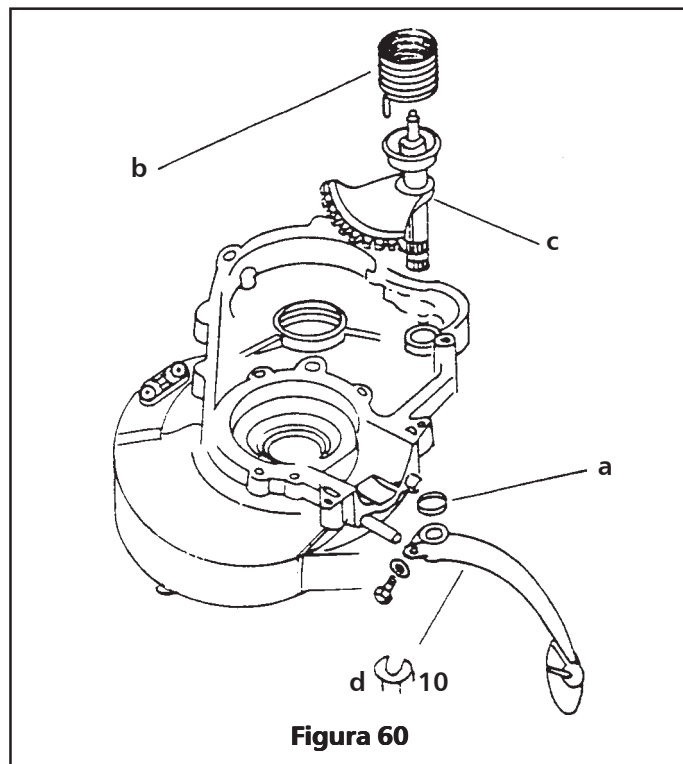

Figura 60
16. Monte el resorte de retorno del pedal de arranque «b» sobre el sector «c» del engranaje de arranque de tal manera que el extremo doblado interno del resorte quede fijo en la ranura del engranaje (**ver figura 60**).
17. Coloque un nuevo anillo en «O» para el eje del pedal de arranque en el cárter (ver «a» en la **figura 60**).